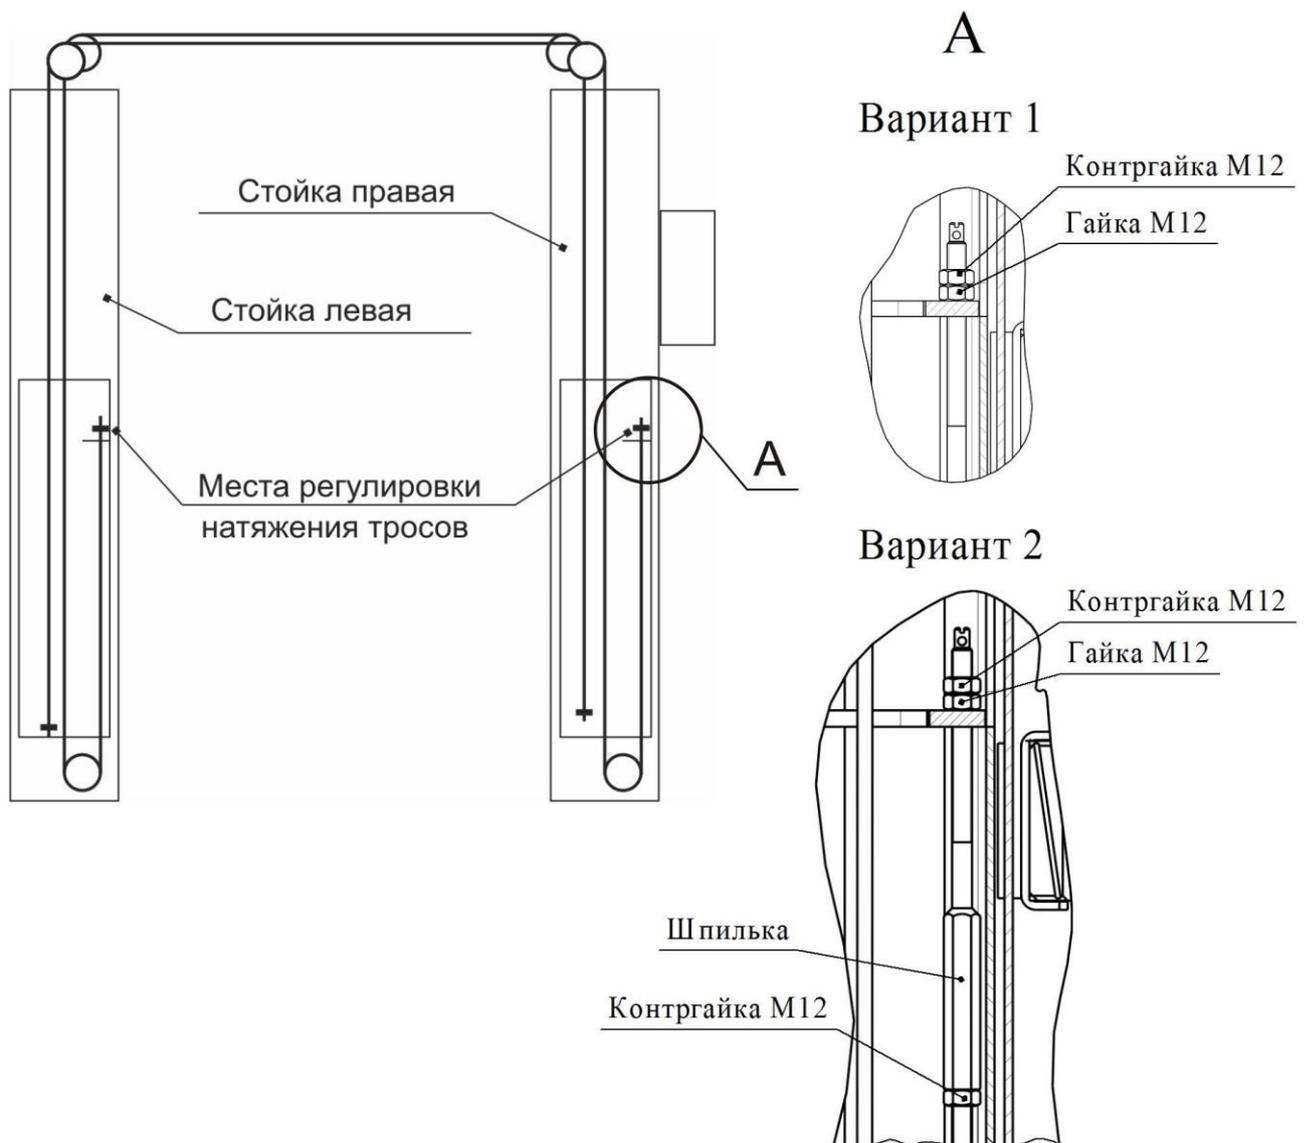

Рисунок 8 - Схема запасовки синхронизирующих тросов
6.7 Поднять погрузчиком или другими подъемными средствами каретки 4 и установить на защелки 14 (на высоте около 400 мм от пола). Установить тросы системы синхронизации кареток (см. рисунок 8). При высоте подъемника 4197 мм тросы закрепляются по варианту 1 рисунка 8. При высоте подъемника 4447 мм тросы удлиняются с помощью шпилек, по варианту 2, рисунка 8. Шпильки законтрить гайками М12. Для облегчения монтажа тросов в каретках использовать тонкую проволоку, продетую через отверстие в наконечнике троса, убедиться, что тросы расположены на блоках. Приподнять каретки 4 и рычагом 19 растопорив их опустить. Отрегулировать натяжение тросов, путем закручивания гаек М12, до одинаковой степени натяжения, затем законтрить. При чрезмерном натяжении тросов каретки движутся прерывисто. При недостаточном натяжении тросов одна каретка при движении может опережать другую.